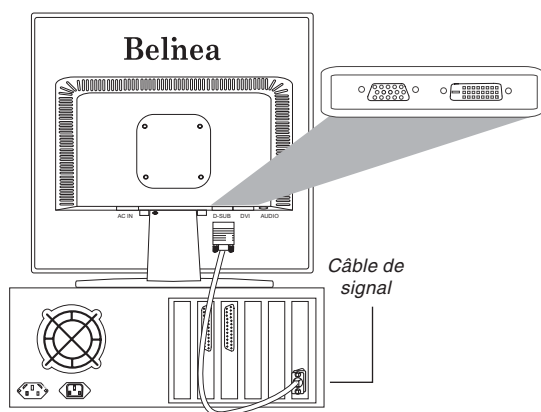

Figure 2a. Raccordement du moniteur au PC
2. Connectez le câble à 15 broches du signal vidéo à au moniteur et au PC (voir figure 2a).